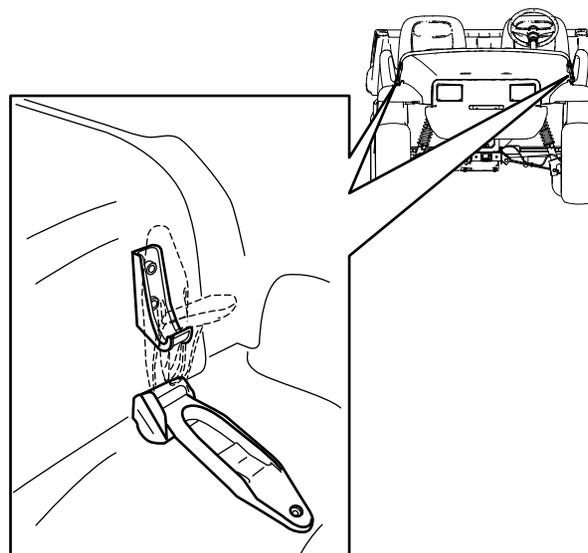

Рисунок 20
1. Поднимите ручки резиновых защелок с каждой стороны капота (Рисунок 20).
2. Закрепите капот, совместив резиновые защелки с фиксаторами защелок с каждой стороны капота (Рисунок 20).